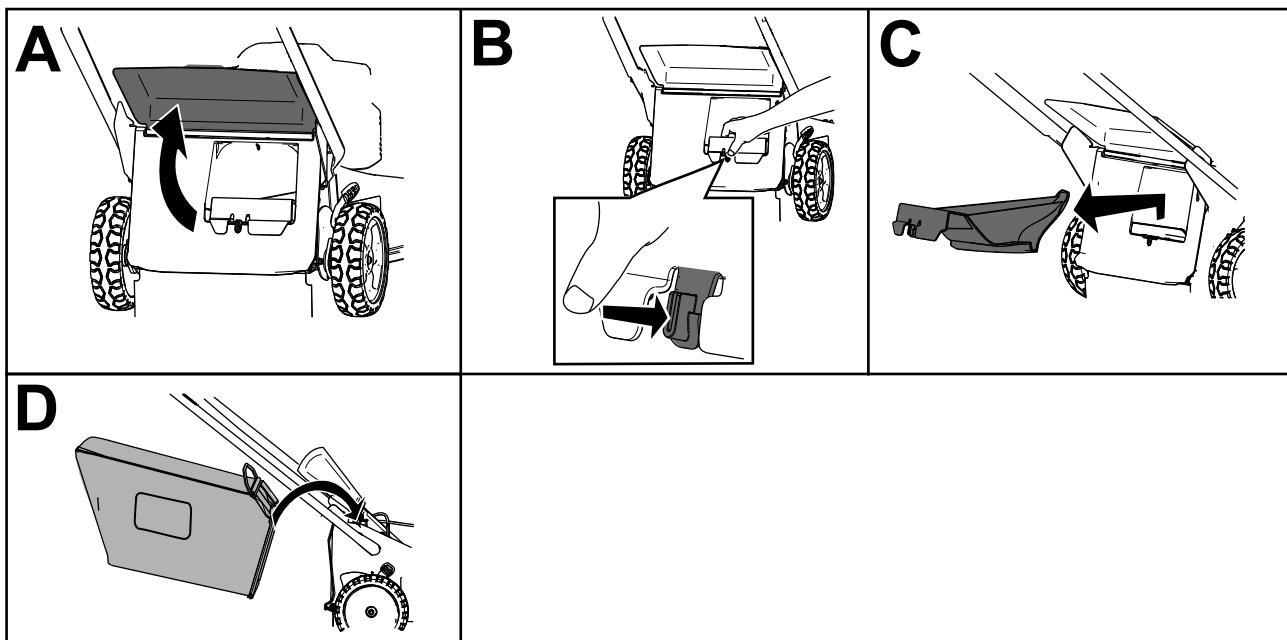

Figura 16
2. Levante y sujeté el deflector trasero (Figura 16, A).
3. Retire el tapón de descarga trasera presionando el enganche hacia dentro con el dedo pulgar y extrayendo el tapón de la máquina (Figura 16, B y C).
4. Inserte los extremos de la varilla del recogedor en las muescas de la base del manillar, y mueva el recogedor hacia adelante y hacia atrás para verificar que los extremos de la varilla están asentados en el fondo de cada muesca (Figura 16, D).